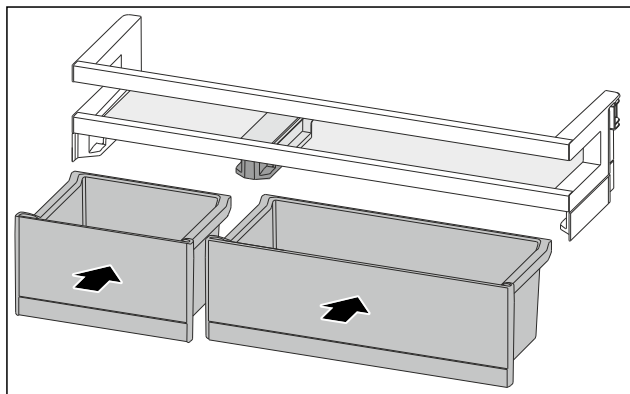

Fig. 127
- ▶ Introduceți VarioBox-urile dispuse invers. (vezi Fig. 127)